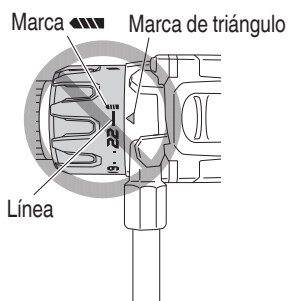

Fig. 15
- Evite usar la unidad con el número del dial del embrague entre "22" y la línea provista en el medio de la marca del taladro "//////". Si lo hiciese, se podrían producir daños (Consulte la Fig. 15).